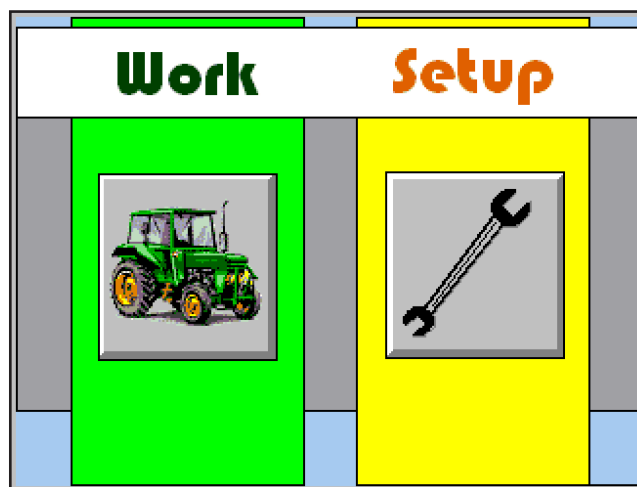

Fig. 2
- G) Botón de apertura/cierre de las azadas. Manteniendo pulsado el botón durante algunos segundos se activa la modalidad "oscilación", es decir, la azada se abre y se cierra de manera continua con una frecuencia que se puede configurar mediante el recuadro (H) (el fondo del botón se pone amarillo). Para desactivar la oscilación basta pulsar de nuevo el botón.
- I) Regresa al menú de selección de la modalidad (**Fig. 2**).